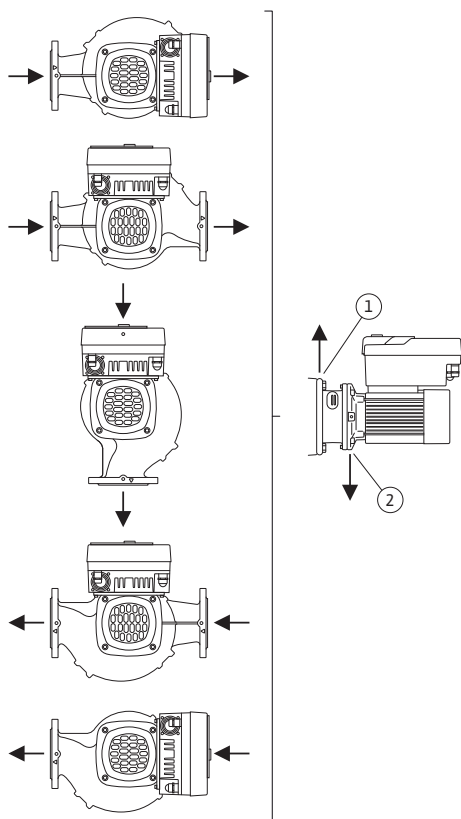

Fig. 8: Positions de montage autorisées avec arbre de moteur horizontal
La Fig. 8 illustre les positions de montage autorisées avec arbre de moteur horizontal et module électronique vers le haut (0°).
La purge de la pompe est optimale lorsque la soupape d'échappement est orientée vers le haut (Fig. 8, pos. 1).
Cette position (0°) permet d'évacuer les condensats par les perçages existants, la lanterne de pompe et le moteur (Fig. 8, pos. 2).